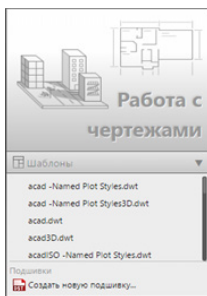

Рис. 4. Перечень шаблонов для создания чертежа
– создать чертеж на основе шаблона чертежа, хранящегося в библиотеке шаблонов программы (рис. 4) или создать свой шаблон. Шаблоны сохраняются в формате *.dwt.